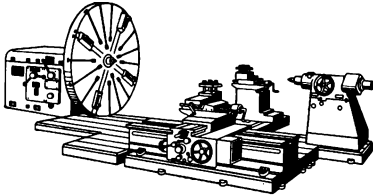

Bild 8 Plandrehmaschine
1. Drehmaschinen für Werkstücke mit großem Durchmesser und sperriger Form, z. B. Plandrehmaschinen, Karusselldrehmaschinen (Bild 8, 9)